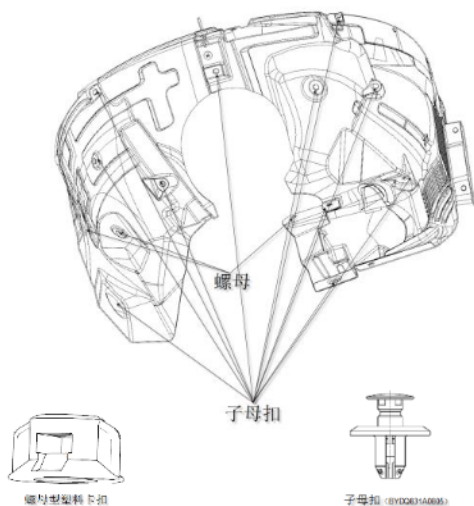

图 2-12
(2) 用一字螺丝刀拆除 10 个子母扣，以及拧下 2 个塑料螺母，如图 2-12 所示：